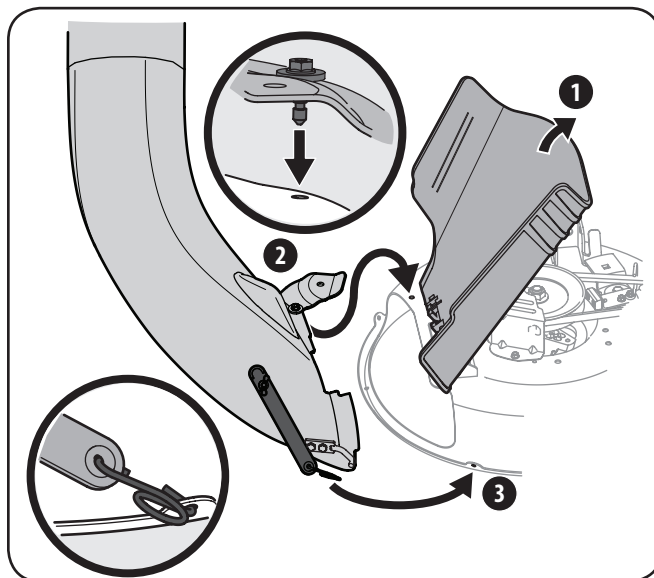

Figura 4-23
Nota: En plataformas sin ruedas, enganche la correa de retención en el orificio provisto en la brida del lado delantero de la plataforma de corte. Consulte la Figura 4-23.
1. Retire el revestimiento de la franja de espuma autoadhesiva (721-04388) incluida dentro del contenido de la caja de cartón. Aplíquela al canal superior, y nivele contra la brida como se muestra en la Figura 4-23.